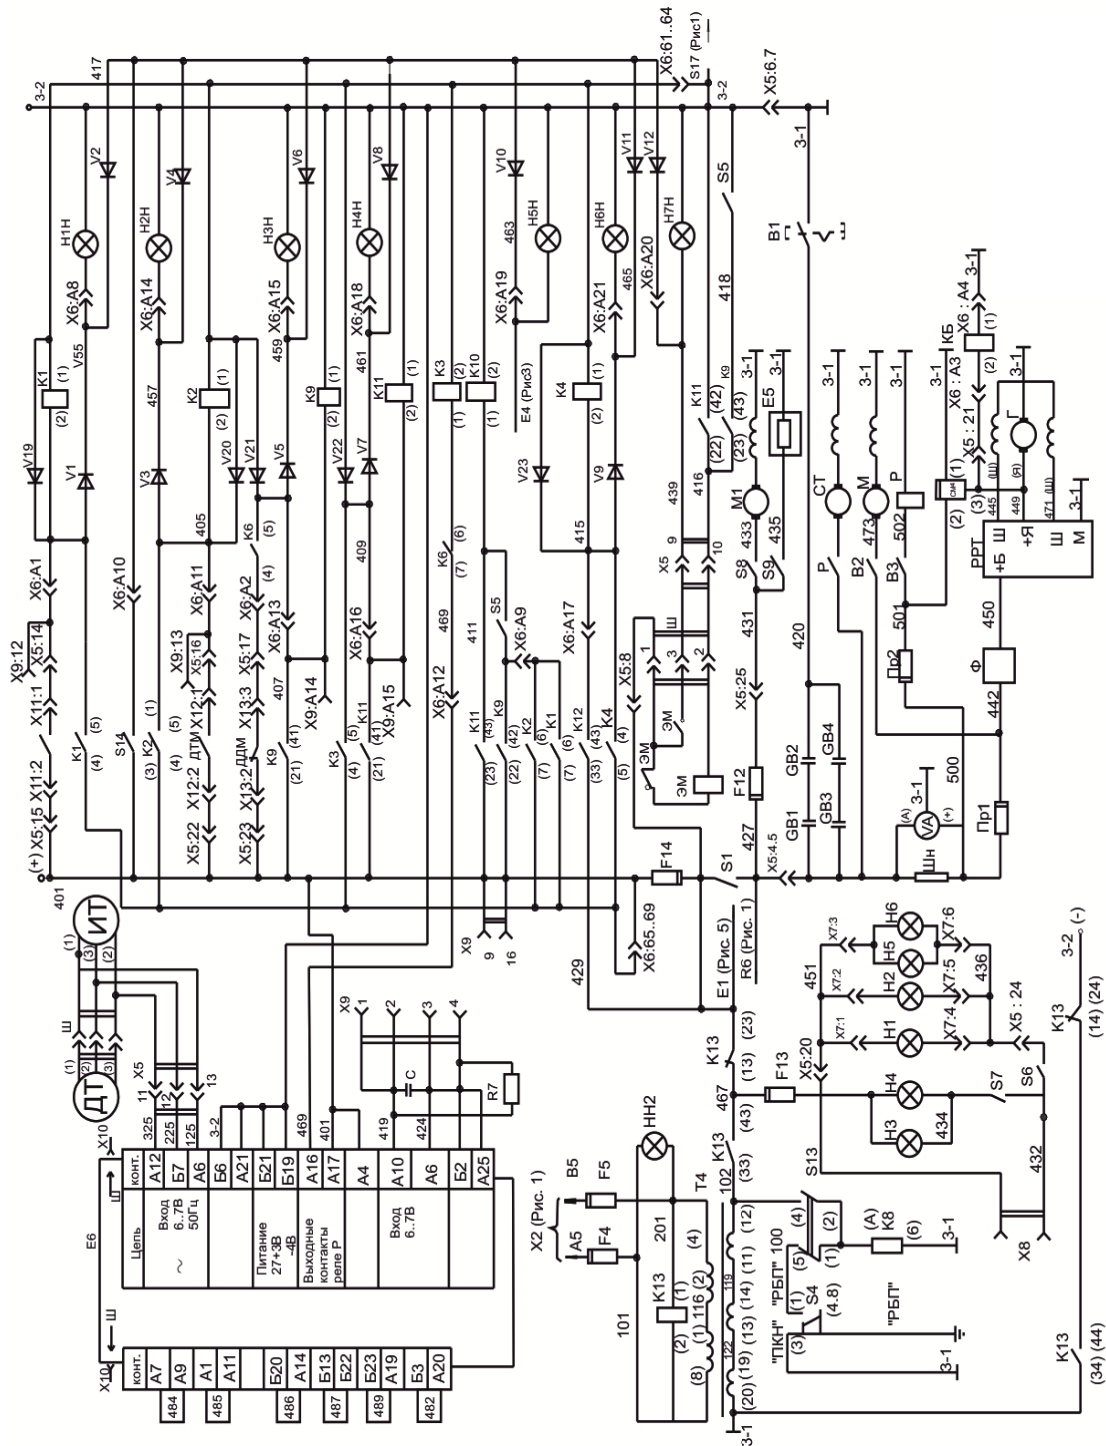

Рис. 4.17. Схема электрическая принципиальная электроустановок напряжением 230 В (перечень элементов схемы приведен в табл. 4.1)
**Цепи аварийной защиты и сигнализации.** Электрическая схема электроустановок (рис. 4.17) обеспечивает защиту и сигнализацию по следующим параметрам:
**ПЕРЕГРЕВ ВОДЫ.** При нагреве охлаждающей жидкости дизеля выше 105 °С срабатывает датчик ДТВ и замыкает цепь питания катушки реле К1, которое срабатывает и замыкает цепи (рис. 4.17):
Как видно из схемы (см. рис. 4.17), цепи срабатывания защиты агрегатов по сигналам датчиков ДТВ, ДТМ, ДДМ проходят через замыкающие контакты выключателя S5 ЗАЩИТА, который постоянно находится во включенном положении (выключатель опломбирован предприятием-изготовителем в положение ВКЛ.).
Напряжение с датчика тахометра подается на клеммы А8, Б7, А12 входа субблока контроля напряжения Е6 (см. рис. 4.17.), который представляет собой полупроводниковое реле, контролирующее величину на-
Первичная обмотка трансформатора Т4 (см. рис. 4.17) подсоединена к главной цепи через штепсельный разъем Х4. Параллельно первичной обмотке включена катушка реле собственных нужд К13.
Электрооборудование дизеля получает питание от аккумуляторных батарей GB1–GB4 при включенном положении выключателя массы В1 (см. рис. 4.17).
Аварийное стоп-устройство представляет собой прямоходовой электромагнит со встроенным микропереключателем. На схеме (см. рис. 4.17) аварийное стоп-устройство изображено в положении, подготовленном к сра-